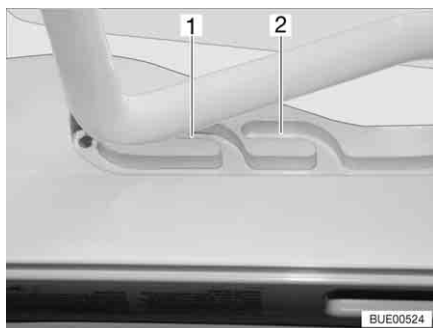
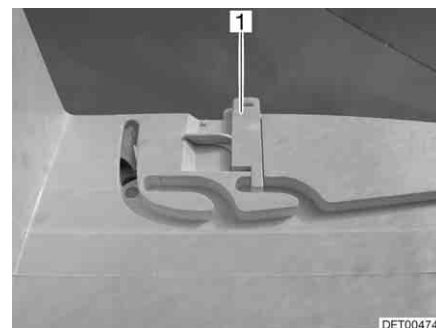

Fig. 65 Claraboya Heki en posición de ventilación
Fig. 66 Bloqueo de la posición de ventilación
La claraboya Heki se puede colocar en dos posiciones de ventilación: Posición de mal tiempo (Fig. 65,1) y posición mediana (Fig. 65,2). Según el modelo, la claraboya podrá ser bloqueada en la posición central con los dos pestillos (Fig. 66,1) a la izquierda y la derecha en el marco de la claraboya.
- Presionar el estribo ligeramente hacia arriba y empujarlo en la guía seleccionada (Fig. 65,1 ó 2) y, si fuera necesario, bloquearlo.